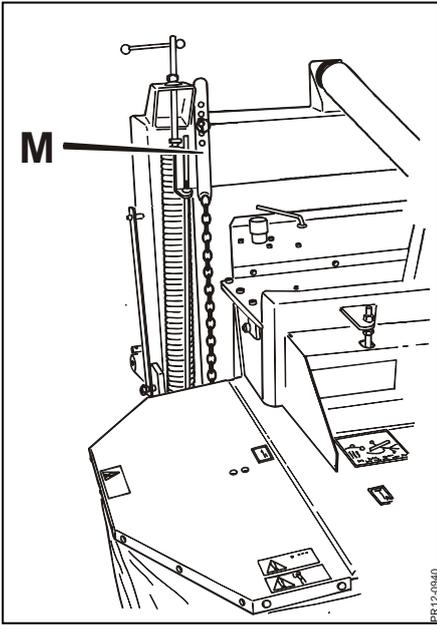

Fig. 3-14
- Fig. 3-14** 5) **Die Sicherungsketten, M**, mit einem Spiel von ca. 1½ Kettenglied nach unten einstellen.